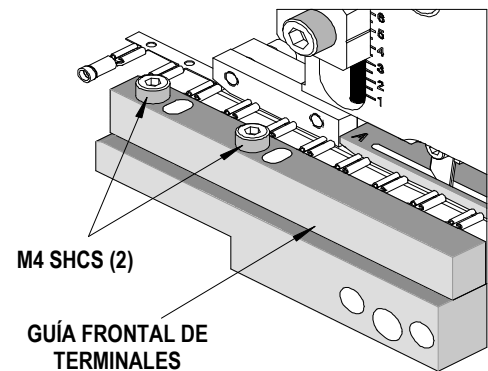

Figura 2-7
- Con una llave hexagonal de 3 mm, afloje los tornillos (2) M4 SHCS que sujetan la guía en posición. Véase la figura 2-7.
- Apriete firmemente los tornillos (2) M4 SHCS.